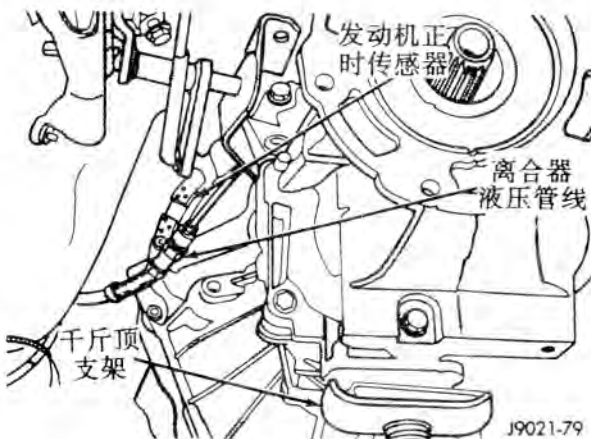

图7 点火正时传感器和液压管路位置
(9) 断开发动机点火正时传感器（图7）。
(10) 断开变速器和分动器通气软管。
(11) 把离合器总泵液压管路和离合器分泵进油管断开（图7）。
(12) 用变速器千斤顶支撑变速器和分动器总成。用安全链把总成系牢在千斤顶上。
(13) 拆下四缸机型上的离合器壳撑杆。
(14) 拆下离合器壳和发动机之间的连接螺栓，拆下变速器和分动器总成。
(15) 拆下变速器和分动器之间的连接螺栓，分离两个总成。
(16) 从变速器上拆下离合器轴承分泵总成和离合器壳。